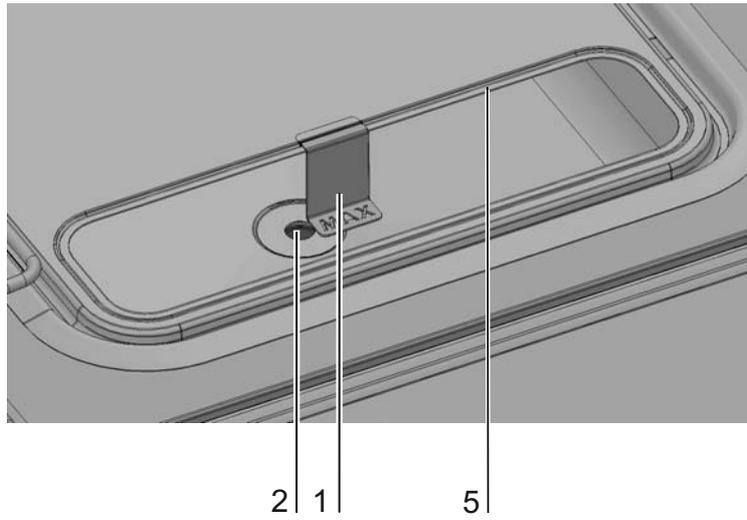

Figura 4-1. Indicador del nivel de llenado «MÁX»
3. Insertar el indicador de nivel de llenado «MAX» (1/Figura 4-1) en la ranura prevista para ello de la tapa del depósito de agua (5/Figura 4-1).